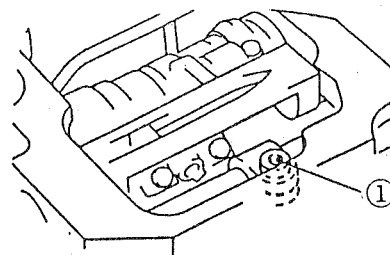

図 22
【5】送り歯の調節 (図 22～23)
- (1) 送り歯の前上がり、前下がり調節 (図 22)